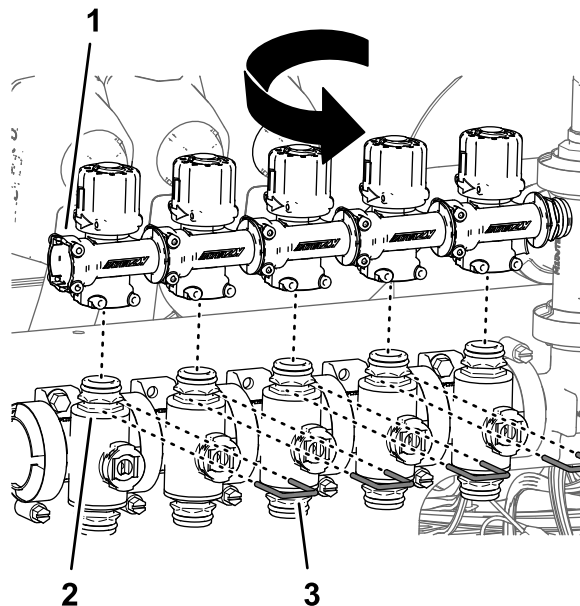

Рисунок 102
6. Переверните перепускные клапаны на 180° и установите их на быстроразъемные штуцеры клапанов секций (Рисунок 102).
7. Закрепите перепускные клапаны на клапанах секций с помощью держателей (Рисунок 102), снятых при выполнении пункта 4.
9. Установите крышки на быстроразъемные штуцеры перепускных клапанов клапана сопла 5 и клапана сопла 6 с помощью держателей, поставляемых в комплекте с крышками (Рисунок 102).